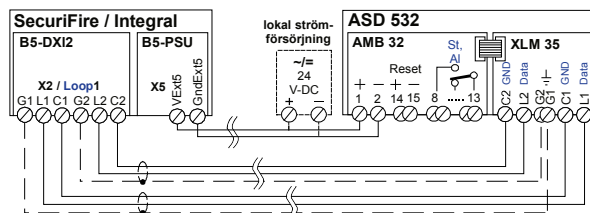

Bild 39 Anslutning från XLM 35
- Uppkopplingen resp. kabeldragningen mellan **XLM 35** och BLC SecuriFire resp. Integral ska göras enligt Bild 39 (L1 på L1, C1 på C1 osv.).